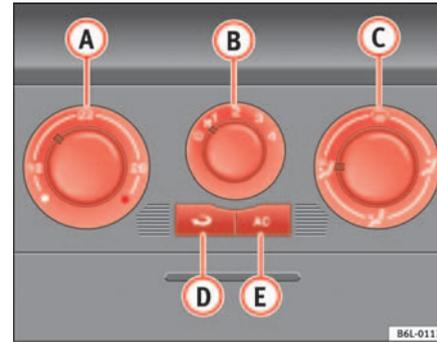

Abb. 90 In der Instrumententafel: Bedienelemente Klimaanlage
- Schalten Sie die Kühlanlage mit der Taste ⇒ Abb. 90 aus (die Kontrollleuchte in der Taste erlischt).
Im Umluftbetrieb  $\Rightarrow$  Seite 125, Abb. 90  (in der Taste leuchtet eine Kontrollleuchte) wird verhindert, dass starke Umweltgerüche in das Fahrzeuginnere gelangen können, die beispielsweise beim Durchfahren eines Tunnels oder in einem Stau auftreten.